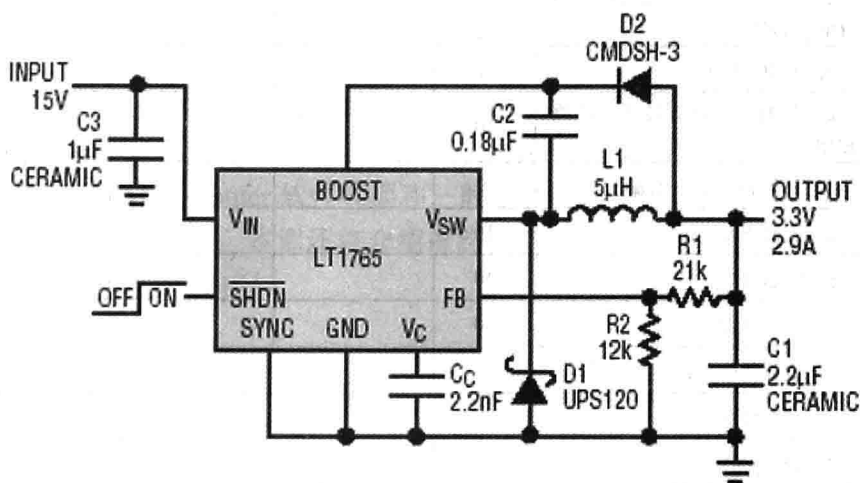

图 7-33 LT1765 开关电源的电路原理图
- (1) 绘制如图 7-33 所示的 LT1765 开关电源的电路原理图。